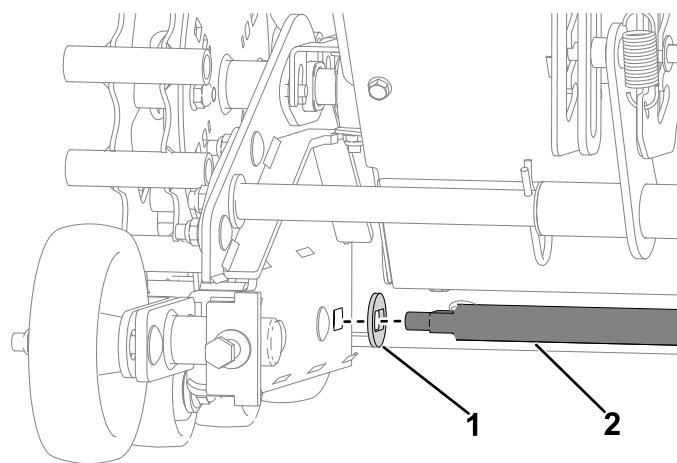

Figure 32
- 5. Installez les 2 rondelles spéciales sur la barre de pivot neuve. Insérez la barre de pivot neuve assortie des rondelles spéciales dans les chenilles et la plaque de support, et fixez-la en place avec 2 contre-écrous (3/8") neufs (Figure 32).